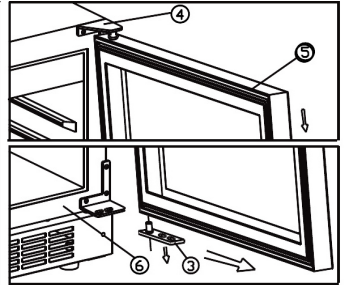

Abb. 5.2
- Die Tür hervorziehen und vom oberen Scharnier abmontieren. Siehe Abb. 5.2